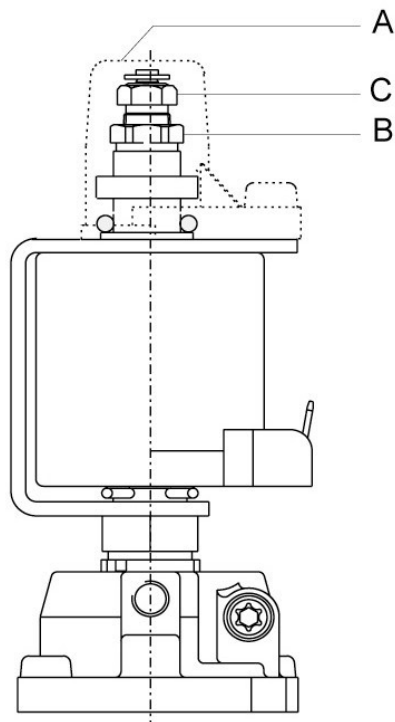

Рисунок 4.3.2 Регулировочные винты регулятора давления
5. Снимите защитный колпачок А регулятора (см. рисунок 4.3.2).
7. Вращайте регулировочный винт давления сопла В (см. рисунок 4.3.2) медленно в направлении «+» или «-» и наблюдайте при этом за прибором измерения давления. Ни в коем случае не крутите, винт дальше, если необходимое давление сопла уже достигнуто.